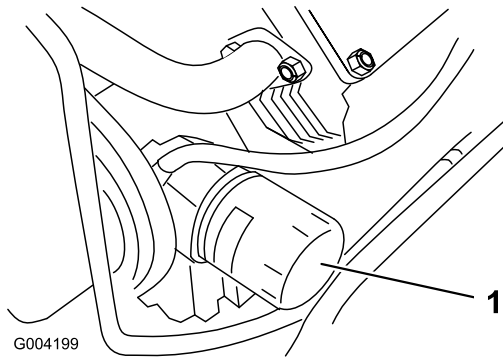

Figure 31
3. Enlevez le filtre à huile usagé (Figure 31) et essuyez la surface du joint de l'adaptateur.